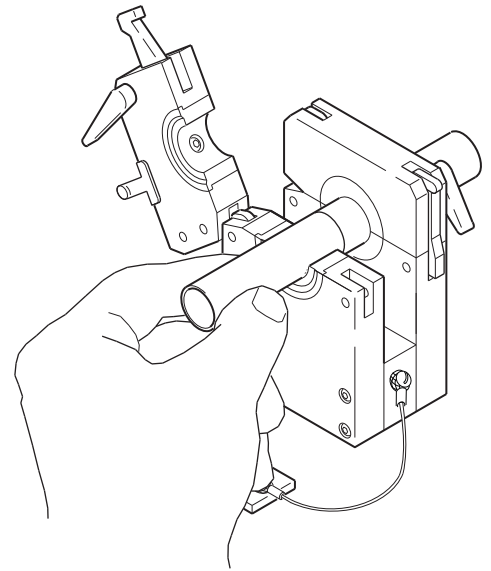

図 16 : 2つ目の溶接物をセットする
5. 2つ目の溶接物を最初の溶接物に突き合わせてから、上部サイド・プレートを開いて固定します。図 16 をご参照ください。